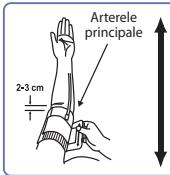

Fig. 3
- Introduceți-vă brațul prin bucla manșonului. Partea de jos a manșonului ar trebui să fie cu aproximativ 2-3 cm deasupra cotului. Tubul ar trebui să fie situat deasupra arterei brahiale, pe partea interioară a brațului (Fig. 3).